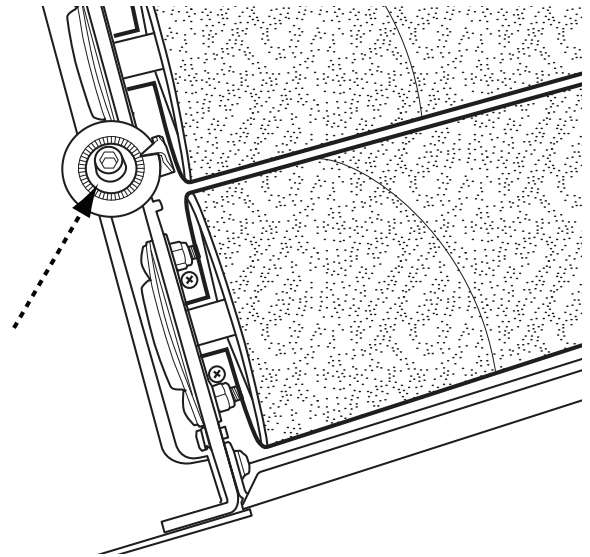

FIG. 13
2. Localisez la vis de réglage de la hauteur du tambour comme illustré à la Fig. 13.